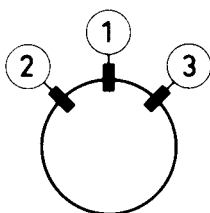

Fig. 5b
4. Dadurch, dass die Ablenkeinheit in horizontale Richtung gekippt wird, werden nun sowohl die horizontalen blauen und roten Linien oben und unten im Bild wie die vertikalen blauen und roten Linien links und rechts im Bild zur Deckung gebracht. Steht die Ablenkeinheit in der richtigen Stellung, dann Keile ② und ③, von denen der Papierstreifen entfernt worden ist, anbringen (siehe Abb.5b und 6b). Das Leimstück fest gegen das Glas der Bildröhre drücken.